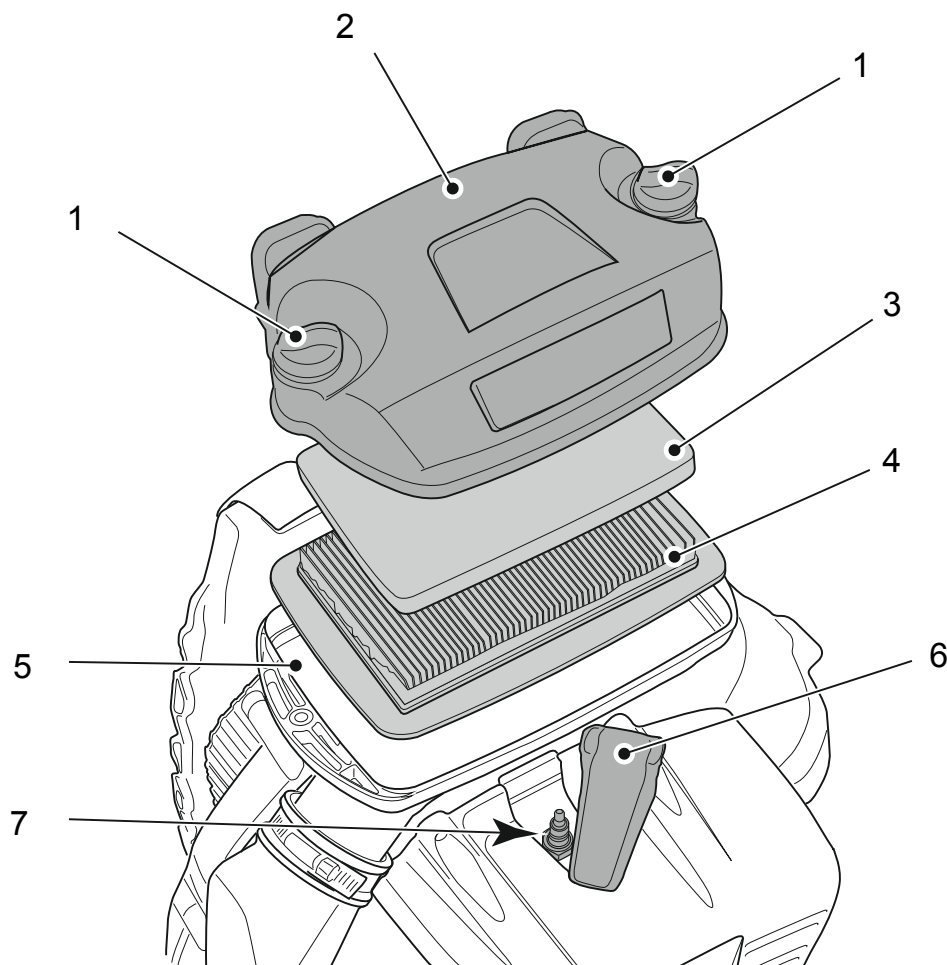

Рис. 6
Продвигайтесь медленно, держа сопло на надлежащем расстоянии от земли (Рис. 6). Во избежание рассеивания отходов направляйте поток воздуха на наружные края кучи материала. Никогда не направляйте поток воздуха в центр кучи.
- Отсоедините колпачок свечи (Рис. 6) (6).
- Отсоедините колпачок свечи (Рис. 6) (6);
- Отвинтите две ручки (Рис. 6) (1) и снимите крышку (Рис. 6) (2).
- Извлеките бумажный фильтр (Рис. 6) (3) и губчатый фильтр (Рис. 6) (4).
- Установите фильтрующие элементы в соответствующий отсек (рис. 6) (удостоверьтесь, что губчатый фильтр полностью высох);
- Вновь установите крышку (Рис. 6) (2) и закрепите ручки (Рис. 6) (1).
Доступ к свече (Рис. 6) (7) осуществляется после удаления колпачка (Рис. 6) (6). Свечу следует заменить на другую свечу с аналогичными характеристиками в случае перегорания электродов или повреждения изоляции. Следует производить замену в любом случае каждые 100 часов работы. Для обслуживания свечи обращайтесь к дилеру или в авторизованный сервисный центр. Ознакомьтесь с обслуживанием свечи в таблице технического обслуживания и таблице выявления неисправностей.
- Отсоедините колпачок свечи (Рис. 6) (7).